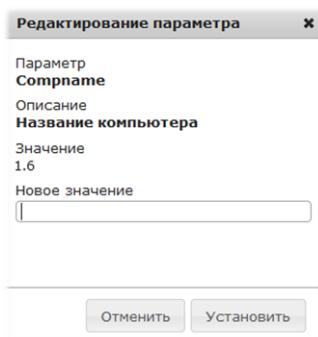

Рисунок 34 – Вид окна «Редактирование параметра Comprname»
3) в отобразившемся окне «Редактирование параметра Comprname» (см. Рисунок 34), задать требуемое доменное имя и нажать кнопку «Установить».